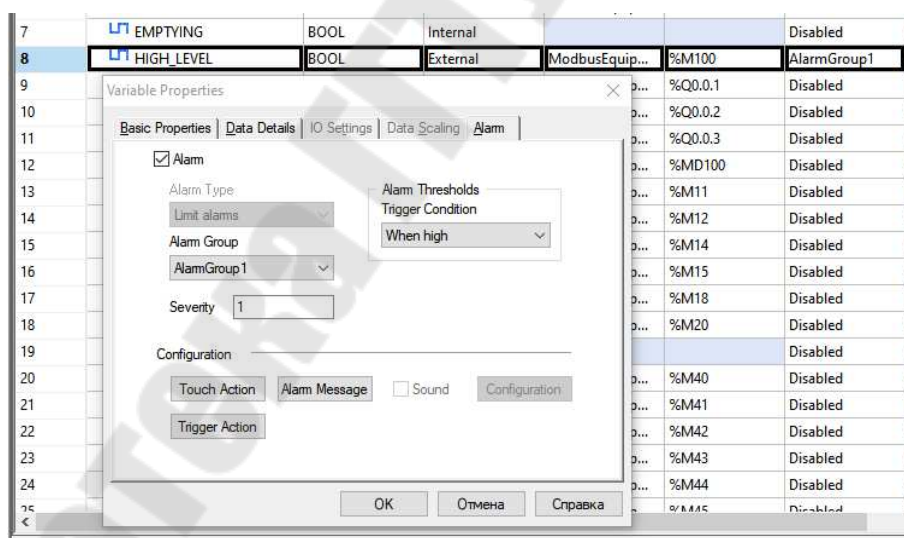

Рис. 17.2. Создание переменных
2. Создадим четыре переменные. Переменную типа *bool* с именем *HIGH_LEVEL* (рис. 17.2), расположенную в памяти ПЛК. Эту переменную на вкладке *Alarm* отнесем к группе *AlarmGroup 1*.